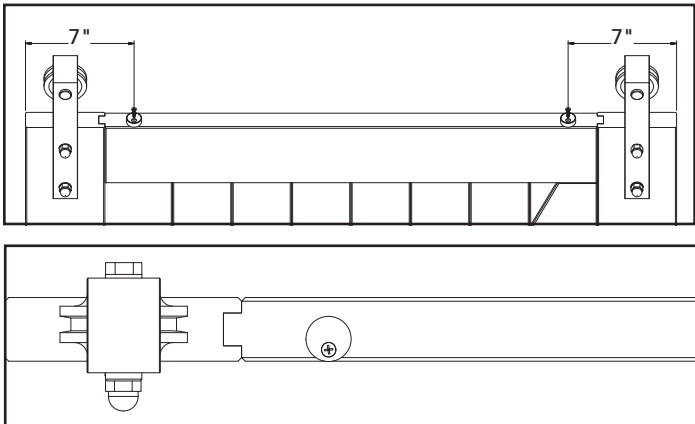

Figura 2. Taladrar previamente el disco anti-salto
1. Coloque el centro de los discos como se ve en la Figura 2
4. Asegure con (2) tornillos para madera #8 X 3/4" (deje suelto el disco anti-salto lo suficiente como para que pueda rotar posteriormente; se apretará en el paso 4)